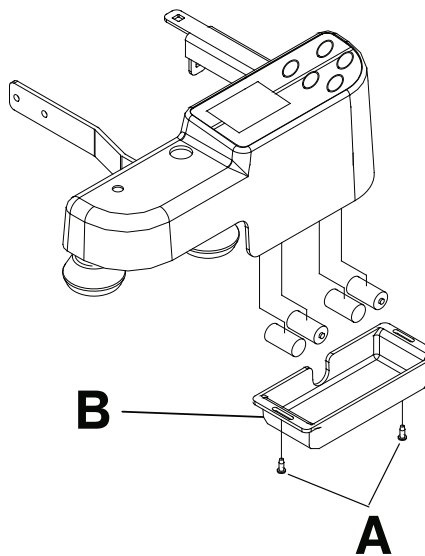

Figure 9 – Remplacement des batteries
- À l'aide d'un tournevis cruciforme n° 2, retirer les deux vis (A) qui maintiennent le couvercle du compartiment à batteries (B) sur le boîtier (Figure 9). Conserver la housse. Retirer et jeter les batteries.